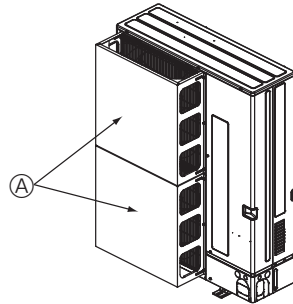

Fig. 2-5
- ② Installieren Sie eine als Sonderzubehör erhältliche Luftschutzführung, wenn die Anlage an einem Aufstellort installiert ist, an dem die Gefahr besteht, dass starker Wind direkt in die Luftaustrittsöffnung bläst. (Fig. 2-5)